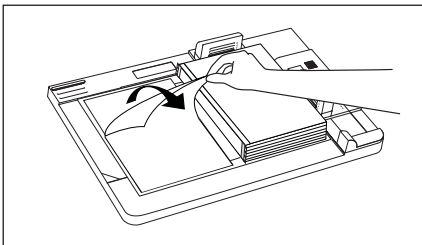
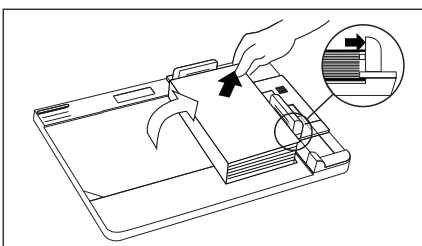

ABBILDUNG 34
ABBILDUNG 35
5. Lösen Sie nun das Trägerpapier von der linken Seite des Hardcover™ Umschlags (siehe Abbildung 34) und ziehen den Umschlag rüber zur rechten Seite. Achten Sie hierbei darauf, dass der Einband bündig mit den violetten Anlagevorrichtungen oben und rechts abschließt (siehe Abbildung 35). Nehmen Sie nun das fertige Buch aus dem Bindepult und streichen Sie über das Vorsatzpapier, damit es fest mit der Klebefläche verbunden ist.